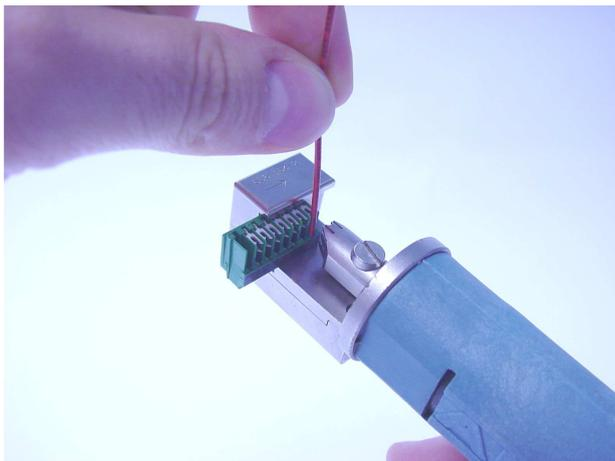

Abbildung 3
2. Nun wird ein Litzenleiter, ausgerichtet zwischen den Rückhaltefedern, vor der Kontaktkammer positioniert. Der Gehäuseboden dient dabei als Kabelanschlag (siehe Abbildung 3).